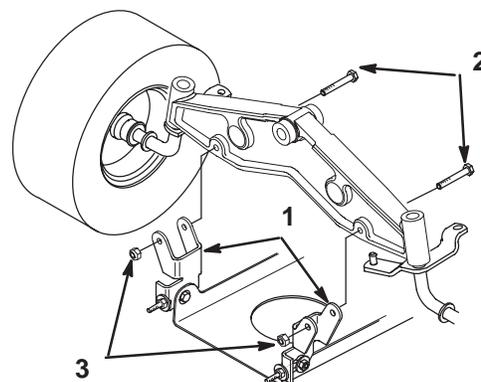

Abbildung 39
9. Die Schrauben und Sicherungsmuttern entfernen und die zwei Schwenkbügel des Mähwerks von der Vorderachse herunterziehen (Abb. 39).